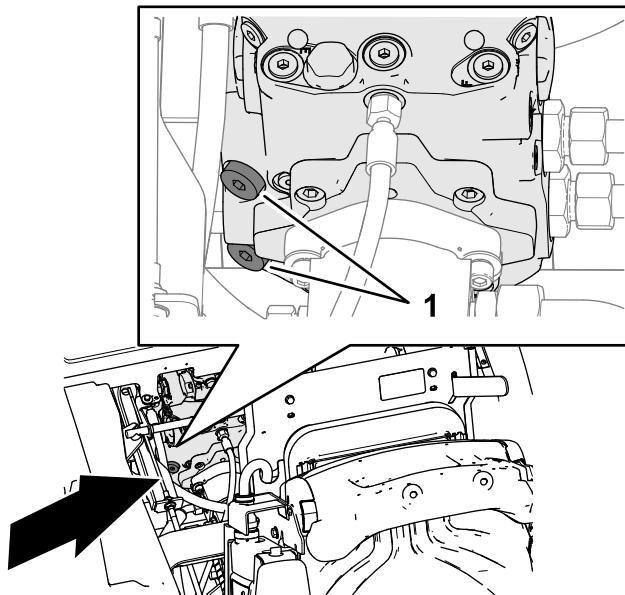

Figura 35
1. Utilizzate una chiave esagonale da 8 mm per ruotare di 3 giri completi in senso antiorario i 2 tappi a testa incassata per le valvole di sfogo della pompa della trasmissione (Figura 35).